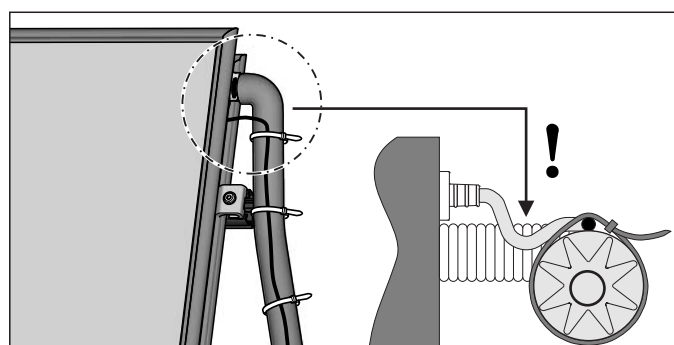

Fig. 4-22 Fase di lavoro 3
- Nell'eseguire la posa del cavo, assicurarsi che non affluisca acqua piovana nel punto di inserimento della sonda (inserire un gomito di gocciolamento, vedere fig. 4-22).